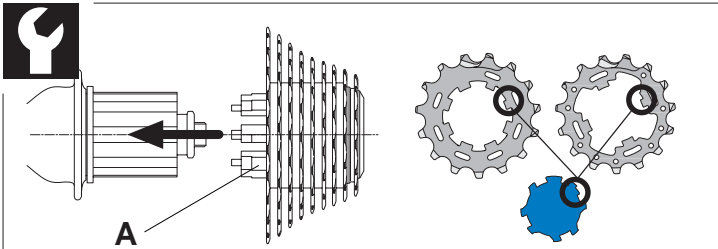
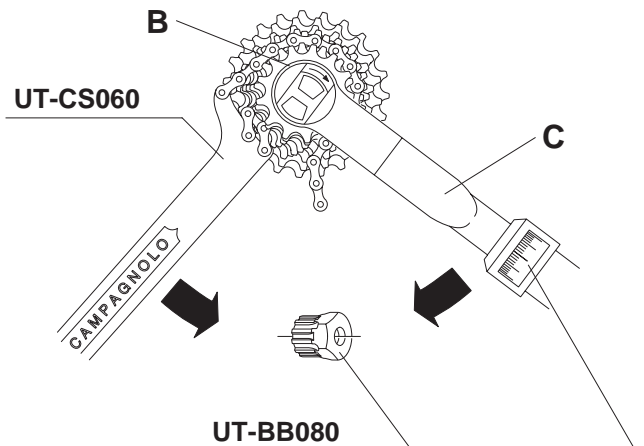

Fig. 18
Fig. 19
- I pignoni sono preassemblati e fatti sul supporto (A - Fig. 18).
- Inserite il supporto sul fianco del corpetto ruota libera, allineate i profili scanalati, spingete i pignoni sul corpetto RL ed estraete il supporto (A) dal mozzo.
- Serrate la ghiera (B) (fornita in dotazione con il mozzo) sul corpo ruota libera a 50 N.m. con l'utensile (cod. Campagnolo UT-BB080) utilizzando la chiave dinamometrica (C) e tenendo i pignoni bloccati con la frusta (UT-CS060) (Fig. 19).
- The sprockets are pre-assembled and timed on the support (A - Fig. 18).
- Insert the support on the side of the freewheel body, align the spline patterns, press the sprockets onto the freewheel and extract the support (A) from the hub.
- Tighten the lock ring (B) supplied with the hub to 50 Nm. with the tool (Campagnolo UT-BB080) using the torque wrench (C), while holding the sprockets with a chain whip (UT-CS060) (Fig. 19).
- Die Ritzel sind auf der Plastikhalterung (A - Abb. 18) zu einer Einheit zusammengefaßt und bereits in der richtigen Phasenstellung aufgesteckt.
- Die Halterung seitlich auf den Freilaufkörper setzen, die Aufsteckprofile ausrichten, die Ritzel auf den Freilaufkörper schieben und die Halterung (A) aus der Nabe ziehen.
- Den Schließring (B) (wird mit der Nabe mitgeliefert) mit dem Campagnolo Werkzeug (Art. N. UT-BB080) und dem Drehmomentschlüssel mit 50 N.m. anziehen und dabei die Ritzel mit dem Kettengegenhalter (UT-CS060) (Abb. 19) festhalten.
- Les pignons sont préassemblés et réglés sur le support (A - Fig. 18).
- Introduisez le support sur le côté du corps RL, alignez les profils rainurés, poussez les pignons sur la roue libre et retirez le support (A) du moyeu.
- Serrez la bague (B) fournie avec le moyeu sur le corps roue libre à 50 N.m. avec l'outil (code Campagnolo UT-BB080) en utilisant la clé dynamométrique (C) en tenant les pignons bloqués avec la clé à fouet (UT-CS060) (Fig.19).
- Los piñones vienen preensablados y fasados en el soporte (A - Fig. 18).
- Montar el soporte en el costado del cuerpo RL, alinear los perfiles ranurados, empujar los piñones en la rueda libre y extraer el soporte (A) del buje.
- Apretad la virola (B) (suministrada en dotación con el buje) en el cuerpo rueda libre a 50 N.m con la herramienta (cod. Campagnolo UT-BB080) utilizando una llave dinamométrica (C) y manteniendo bloqueado el piñón con la apósitá herramienta (UT-CS060) (Fig. 19).
- De cassette is voorgemonteerd op een geleider (A - Fig. 18).
- Plaats de geleider op de zijkant van de body zodanig dat de uitsparingen in 1 lijn staan. Druk de tandwielen op de body en haal de geleider (A) van de naaf.
- Draai de borgmoer B (meegeleverd met de naaf) op de cassettebody vast met een moment van 50 Nm met behulp van het Campagnolo hulpstuk UT-BB080. Hierbij gebruik maken van een steeksleutel, terwijl u de tandwielen vasthoudt met een kettingtang (UT-CS060) (Fig. 19).